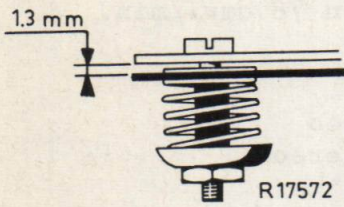

Fig.2
5. De verende ophanging van de motor moet zodanig ingesteld zijn, dat de afstand tussen montageplaat en de motormontageplaat 1,3 mm is (zie fig. 2).